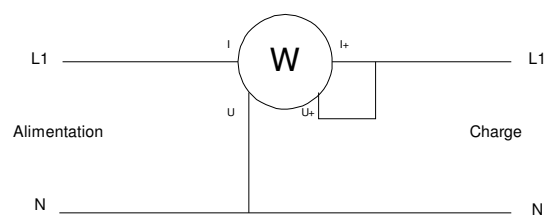
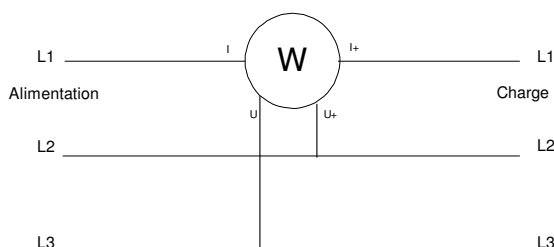

Fig 4.4.1 Schéma de branchement en monophasé
Fig 4.4.2 Schéma de branchement en Triphasé 3 Fils Equilibrés (uniquement PX 120)
Appliquer le schéma de branchement de la Fig.4.4.1 (monophasé) ou Fig.4.4.2 (Triphasé équilibré, T3FE uniquement PX 120), suivant le cas, en s'assurant si possible que celle-ci ne dépasse pas les limites maximales admissibles (voir tableau suivant). La commutation de gamme est automatique.
3. Appliquer le schéma de branchement de la Fig.4.4.1 (monophasé) ou Fig.4.4.2 (Triphasé équilibré, T3FE uniquement PX 120), suivant le cas, en s'assurant si possible que celle-ci ne dépasse pas les limites maximales admissibles (voir tableau suivant). La commutation de gamme est automatique.
3. Appliquer le schéma de branchement de la Fig.4.4.1 ou Fig.4.4.2 (T3FE uniquement PX 120), suivant le cas, en s'assurant si possible que celle-ci ne dépasse pas les limites maximales admissibles (voir tableau suivant). La commutation de gamme est automatique.